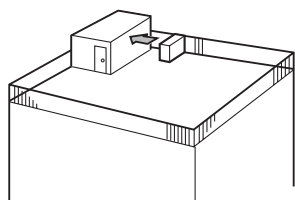

Fig. 2-3
- ① Coloque la salida de aire de frente a la pared más próxima a una distancia de unos 50 cm de ella. (Fig. 2-3)
- ② Si la unidad está situada en un lugar expuesto a vientos fuertes como huracanes, etc. que puedan entrar en la salida de aire, coloque una guía opcional de aire.